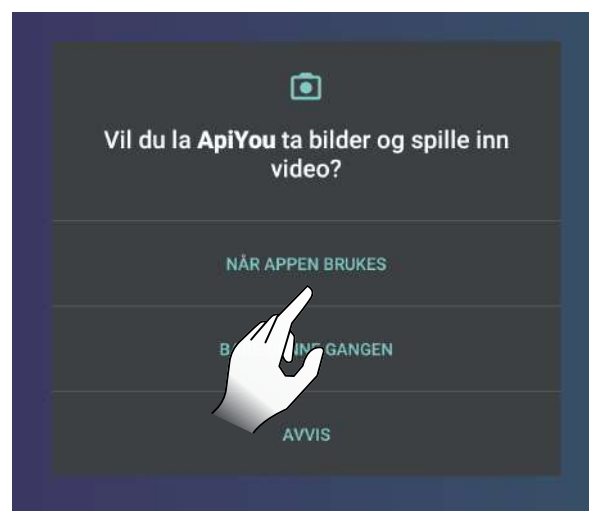

Fig. 8.1
- at du har skannet QR-koden på riktig måte. Kontroller ApiYou-tillatelsen til å bruke kameraet, hvis den ikke er gitt, forblir rammen helt svart; endre deretter tillatelsene som vist i Fig. 8.1 og 8.2, eller skriv inn den 16-sifrede koden manuelt;